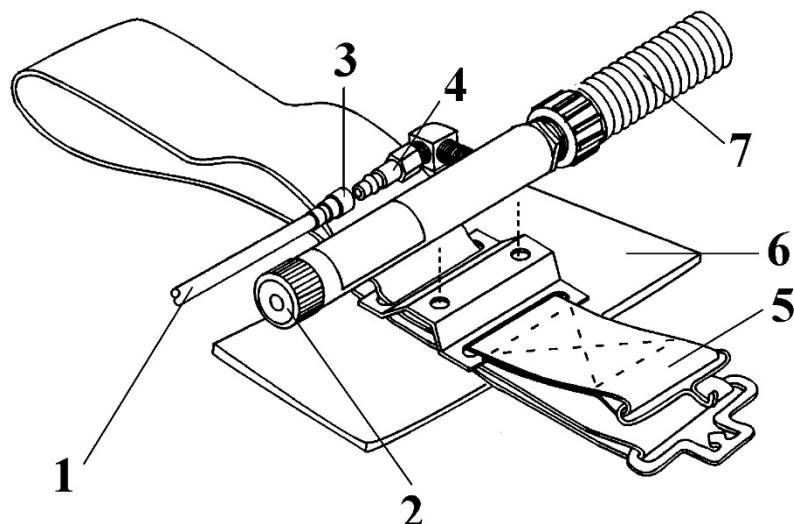

Bild 1: Luftkühlgerät / Figure 1: Cool Air Tube / Refroidisseur d'air
(1) Atemluftschlauch.	Atemluftschlauch des Strahlhelms an den Ausgang des Kühlgerätes schrauben (siehe Bild 1).
(2) Luftversorgungsschlauch.	Der vom Luftfilter (z.B. CPF-20 oder 80) kommende Luftversorgungsschlauch mit Schnelltrennkupplung an den Eingang des Luftkühlgerätes kuppeln.
(3) Gurt.	Den Gurt auf Körperumfang des Strahlers einstellen.
(1) Breathing air line.	Screw the breathing air line of the air-fed helmet on to the outlet from the Cool Air Tube (see Fig. 1).
(2) Air supply line.	Using a quick-release coupling, connect the air supply line from the air filter (such as CPF-20 or 80) to the inlet of the Cool Air Tube.
(3) Belt.	Fit the belt around the body of the operator.
(1) Tuyau d'air.	Visser le tuyau d'air du casque de sablage à la sortie du refroidisseur (voir figure 1).
(2) Tuyau d'alimentation d'air.	Raccorder le tuyau d'alimentation d'air du filtre à air (CPF 20 ou 80) à l'entrée du refroidisseur d'air au moyen d'un raccord rapide.
(3) Ceinture.	Régler la ceinture en fonction du tour de taille de l'opérateur de sablage.